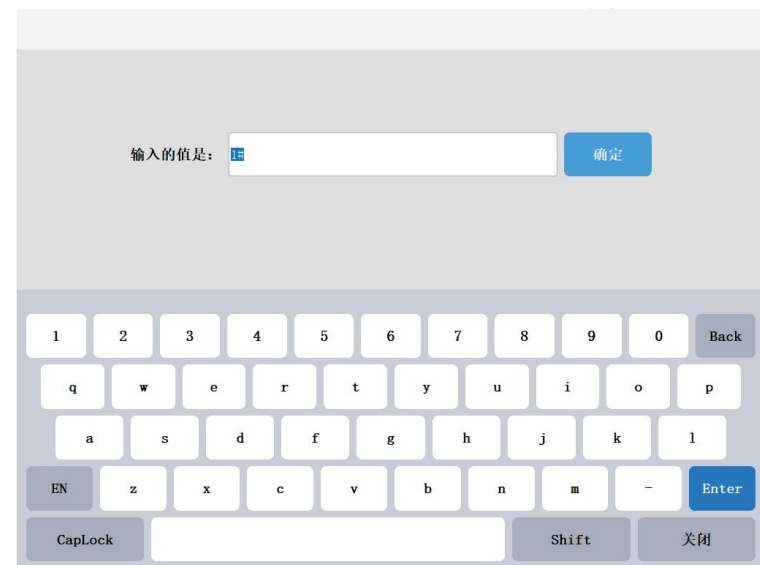

图6-9
6.4、新存：点击后输入文件名，用以保存本次检测的数据。如图6-9所示。